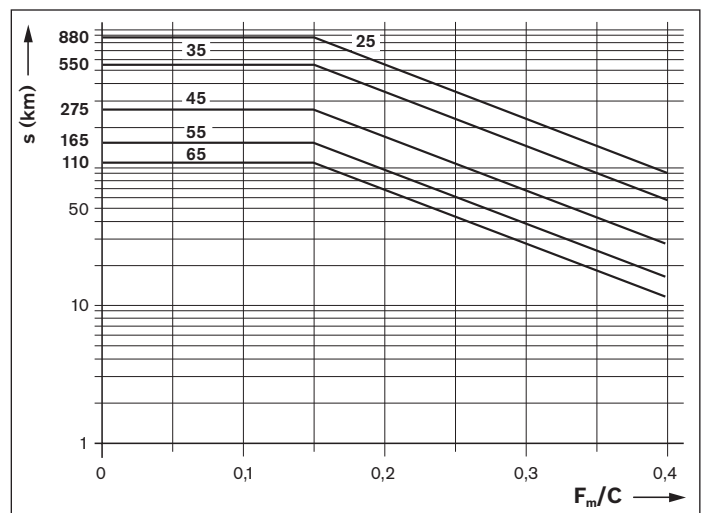

Figure 1 : Intervalle de relubrification
- Lorsque l'intervalle de relubrification présenté sur la figure 1 est atteint, injecter la quantité de relubrification indiquée dans le tableau 2.
- Lorsque l'intervalle de relubrification présenté sur la figure 1 est atteint, injecter la quantité de relubrification indiquée dans le tableau 2 dans chaque raccordement de lubrification.